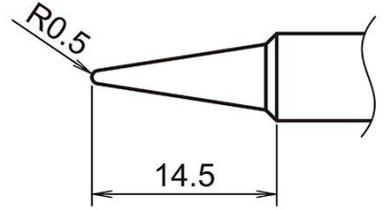

図.15 はんだこて先形状
③ Shell-A,B と FPC をはんだこてにてはんだ付けする。(図.15 ◆部)